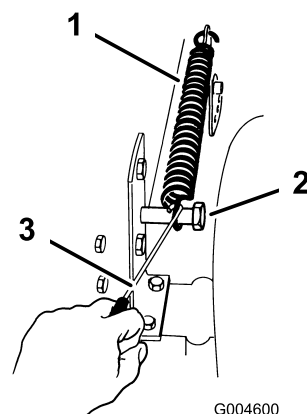

Figura 8
6. Retire el muelle de elevación que se encuentra entre el soporte de elevación del lado derecho del cortacésped y el perno de retención (Figura 8).